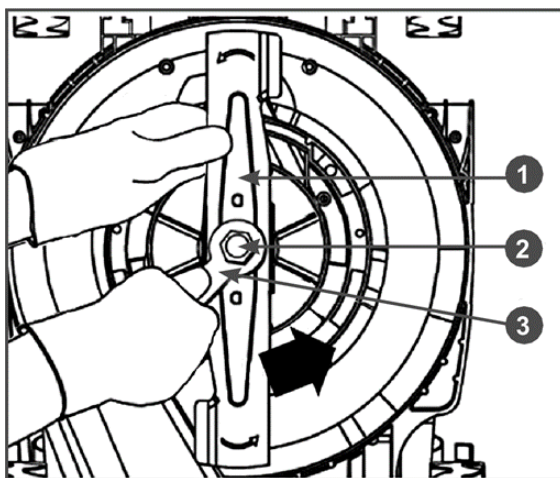

Рис. 11 Замена ножа
- 2.левой рукой крепко держите нож 1, правой рукой открутите гаечным ключом 3 болт 2 крепления ножа против часовой стрелки (Рис. 11).